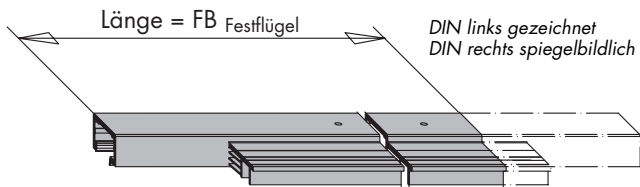

Bild 1
- A** Anschrauben der Aufsatzschiene HH0132-06 (28) an den Festflügel.
- Aufsatzschiene HH0132-06 (28) entsprechend der Schieberichtung DIN links oder DIN rechts ablängen (Bild 1).